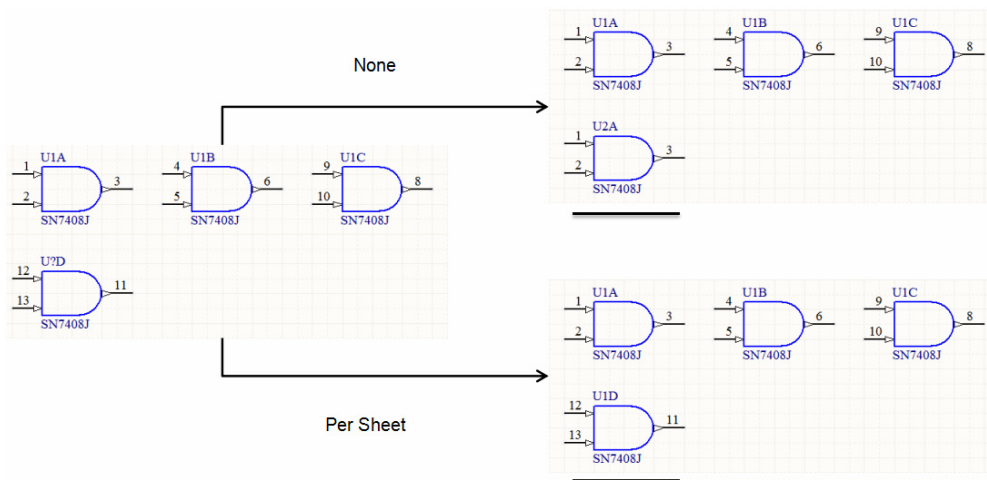

图 5-3 Complete Existing Packages 选项
① None: 即使已有的封装没有用完, 新的单元电路仍会使用新封装。例如, 电路图上已有三个与门 U1A、U1B、U1C, 它们都放置在同一个 SN7408J 芯片 U1 内, 添加一个与门后, 进行自动编号, 新的编号为 U2A, U1 和 U2 分别对应一个封装, 如图 5-3 上半部所示。
② Per Sheet: 每个原理图上的部件会使用已有的未被用完的封装。例如, 电路图上已有三个与门 U1A、U1B、U1C, 它们都放置在同一个 SN7408J 芯片 U1 内, 添加一个与门后, 进行自动编号, 该与门会自动编号为 U1D, 即这四个与门使用同一个封装, 如图 5-3 下半部所示。
③ Whole Project: 整个工程中的单元电路会使用已有的未被用完的封装。例如, 工程中有两个电路图文件, 一个电路图上有一个与门, 另一个有一个与门, 则整个工程使用一片 SN7408J 就够了。
① Component Parameter 列: 选择用于判断多个部件是否属于同一个多部件元件的参数, 选择参数左边的复选框则该参数将作为判断条件之一。系统默认选择 Comment 和 Library Reference 作为判断条件, 如两个部件的这两个参数内容相同, 则它们属于同一个多部件元件。
- ② Strictly 列: 选中该列则对应的参数必须严格匹配。